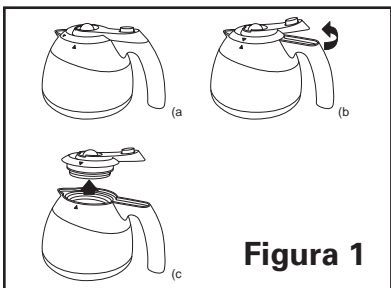

Figura 1
4. Saque la Tapa de la Garrafa por medio de un giro del Asa de la Tapa de la Garrafa en sentido contrario al de las agujas del reloj hasta que la flecha en la Tapa de la Garrafa esté alineada con la flecha que se encuentra en la Garrafa. Alce la tapa de la Garrafa para sacarla. (Vea la Figura 1).